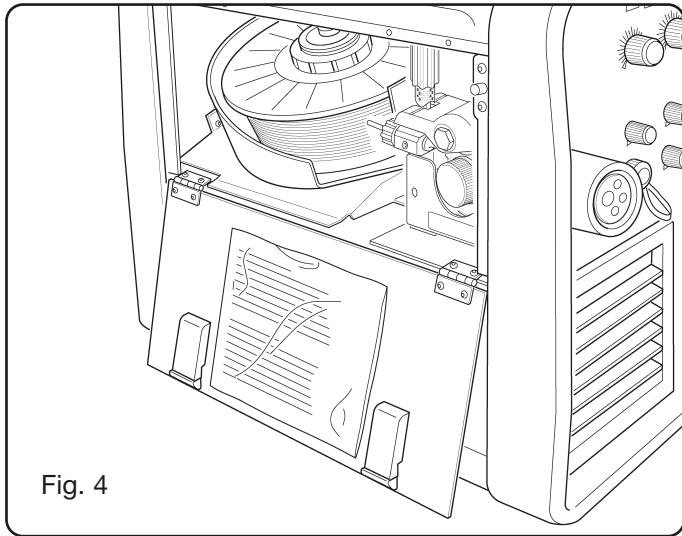

Fig. 4
- Kies het programma dat u wilt gebruiken uit de bijgeleverde lijst, die zich in een houder op het mobiele zijpaneel bevindt (Fig. 4).